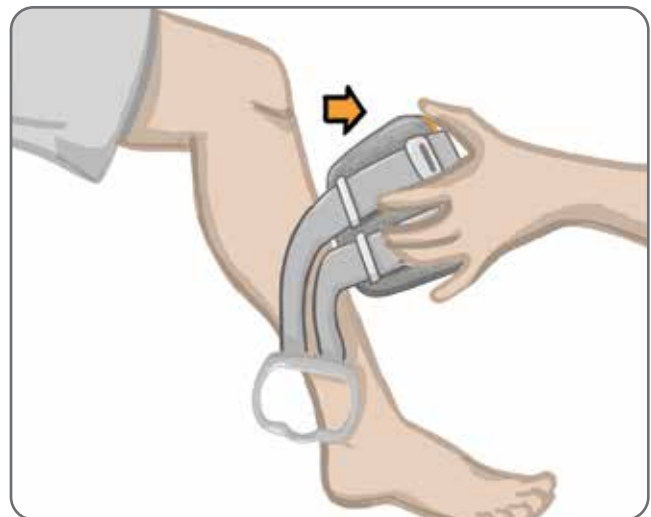

Figure 8-7 : Retrait de la jambièrè avec bases d'électrodes captives
8. Retirez délicatement la jambièrè de la jambe. Reportez-vous à la figure 8-7.